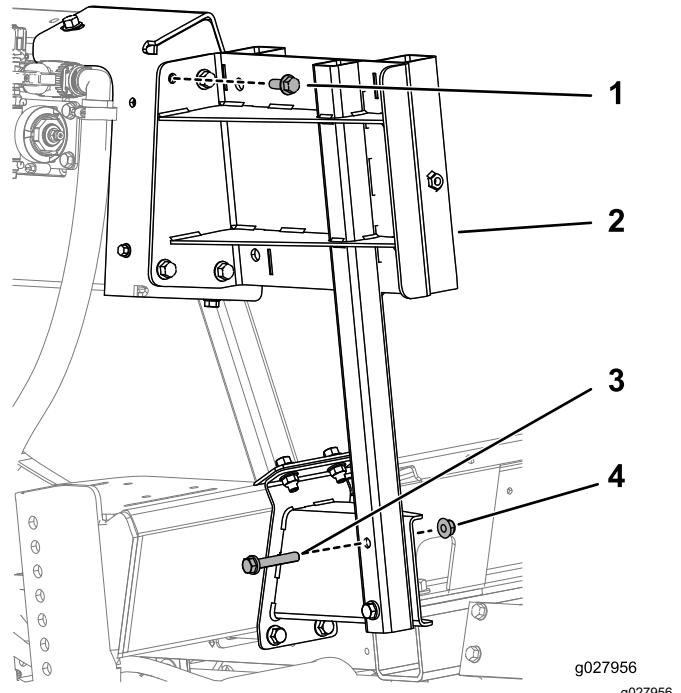

Bild 13
5. Befestigen Sie die Stützhalterung für das Trommelfach mit vier Schrauben (3/8"-16 x 1"), zwei Schrauben (3/8"-16 x 2 1/4") und sechs Bundmuttern (3/8"-16) an der oberen und unteren Halterung, wie in **Bild 13** abgebildet.